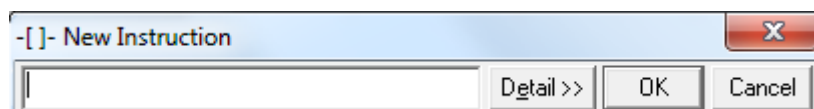

Рисунок 31 – Создание команды
2. Нажмите клавишу [I]. Отобразится диалоговое окно «New Instruction» (Создание команды) (рисунок 31).